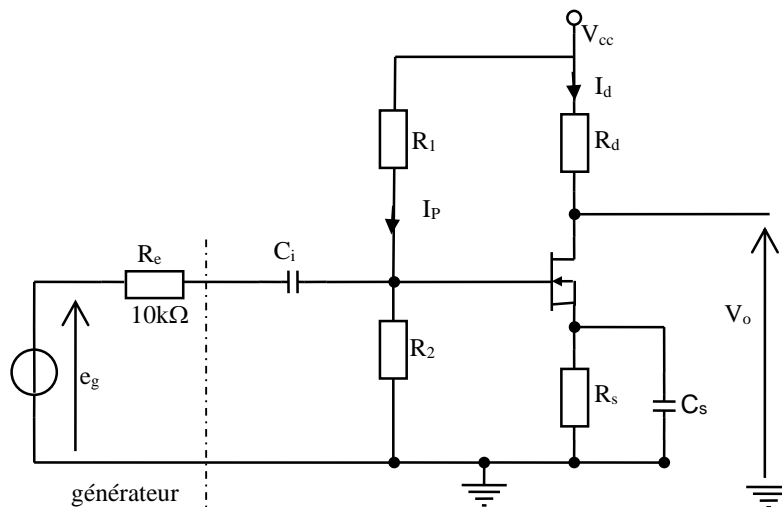

Figure 5 : Montage source commune
On considère le montage de la figure 5 dans lequel  $R_d = 1\text{ k}\Omega$ ,  $I_d = 5\text{ mA}$ ,  $I_p = 35\text{ }\mu\text{A}$  et  $V_{DS} = 5\text{ V}$ . Le transistor utilisé est un transistor MOSFET à canal N dont les caractéristiques constructeur sont les suivantes :  $K = 25\text{ mA}\cdot\text{V}^{-2}$  et  $V_T = 1,2\text{ V}$  (on rappelle l'équation de la courbe  $I_d = f(V_{GS})$  :  $I_d = K(V_{GS} - V_T)^2$  pour  $V_{GS} > V_T$ ).
- Réaliser le montage de la figure 5.